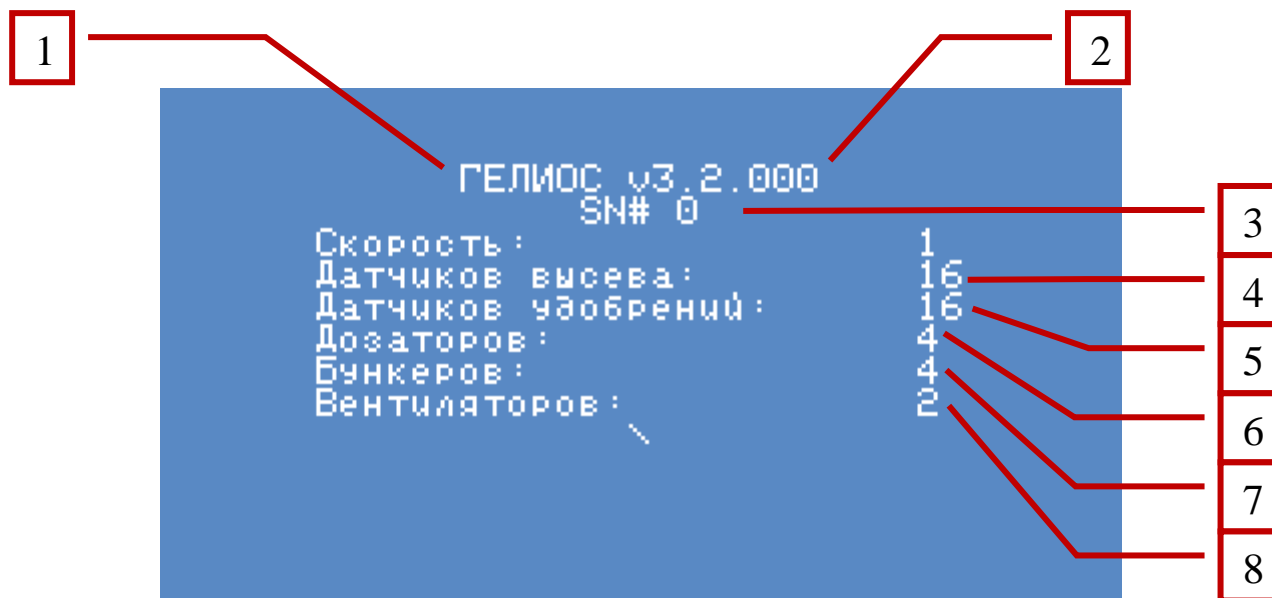

Рисунок 2 Экран конфигурации
- Экран конфигурации, см. «Рисунок 2».
После включения системы контроля высева на экране панели оператора на несколько секунд отображается экран конфигурации (см. «Рисунок 2»), который отображает количество и тип датчиков, входящих в состав системы.